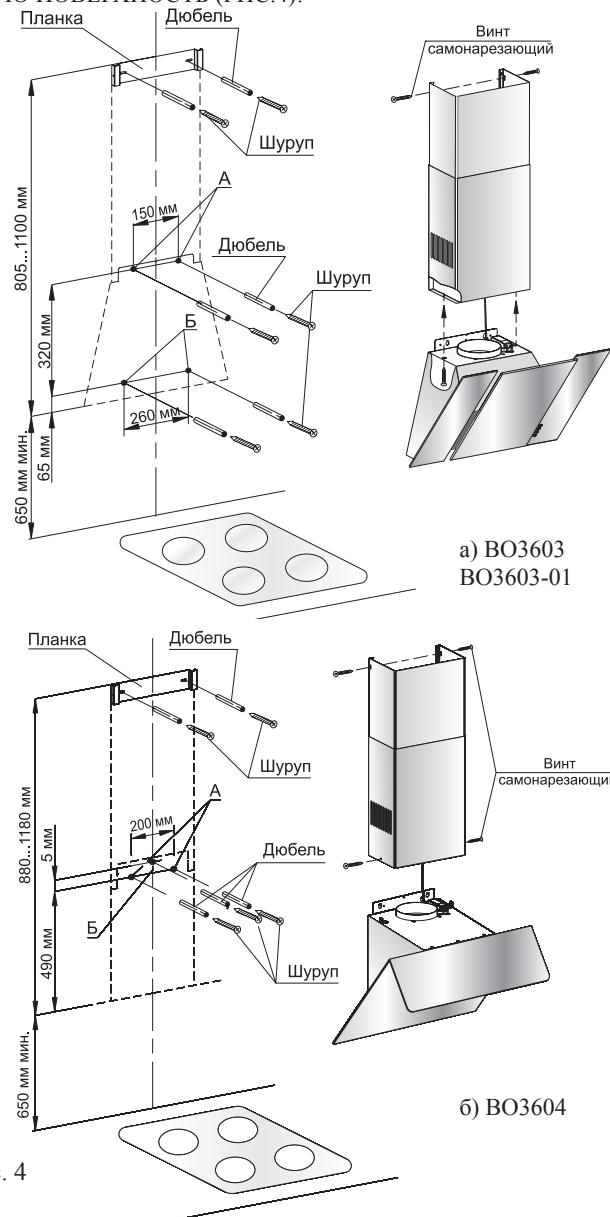

Рис. 4
ВНИМАНИЕ: МИНИМАЛЬНОЕ РАССТОЯНИЕ МЕЖДУ ПЛОСКОСТЬЮ УСТАНОВКИ ПОСУДЫ НА ПЛИТУ (НАГРЕВАТЕЛЬНОЙ ПОВЕРХНОСТЬЮ) И ВОЗДУХООЧИСТИТЕЛЕМ ДОЛЖНО БЫТЬ 65 см. ВОЗДУХООЧИСТИТЕЛЬ КРЕПИТЬ НА РОВНУЮ ПОВЕРХНОСТЬ (РИС.4)!
- 6.3 С учетом установочной высоты и центральной линии разметьте на стене отверстия (А и Б) (рис.4).
- 6.4 Просверлите отверстия диаметром 8 мм: А на глубину 70 мм, Б на глубину 50 мм, рис.4.
- 6.5 В отверстия вставьте дюбели согласно рис.4. и по отверстиям А заверните не до упора два шурупа, на которые навесьте воздухоочиститель со снятыми фильтрами.